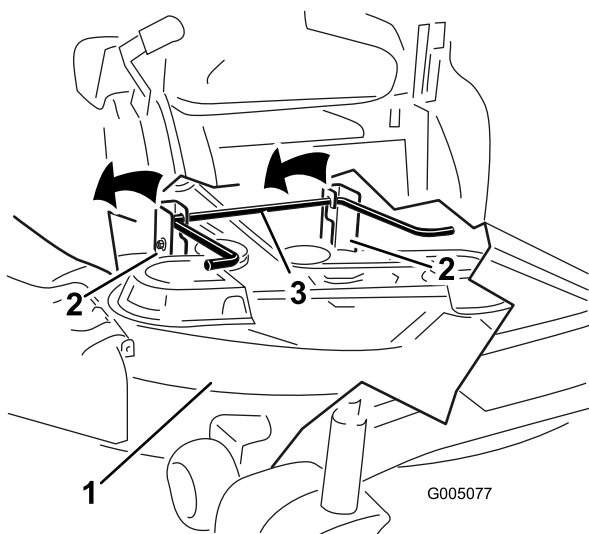

Figura 66
1. Muelles de elevación de la carcasa (2)
7. Eleve la carcasa de corte y separe ésta y las pletinas de suspensión de la varilla de elevación trasera; luego baje el cortacésped con cuidado al suelo (Figura 66).
5. Eleve la parte trasera de la carcasa de corte y coloque los soportes sobre la varilla de elevación trasera (Figura 66).